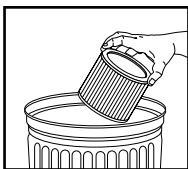

FIGURA 17
24. Para limpiar el filtro de cartucho agítelo o cepíllelo para quitar el exceso de suciedad. **FIGURA 17.**